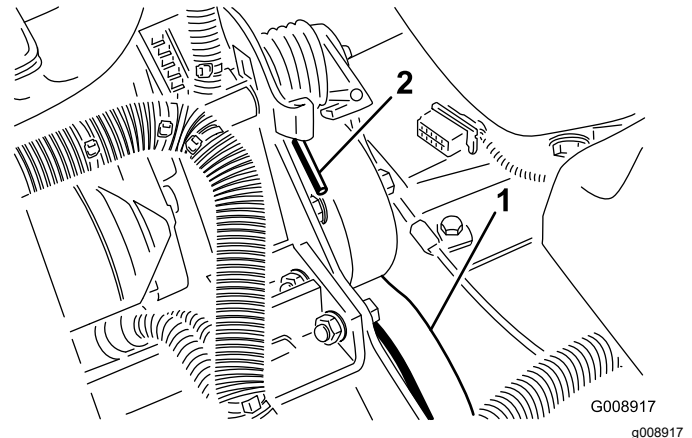

Bild 62
2. Drücken Sie das Ende der Feder (Bild 62) ab- und vorwärts, um die Feder aus dem Bügel auszuhaken und die Feder zu entspannen.